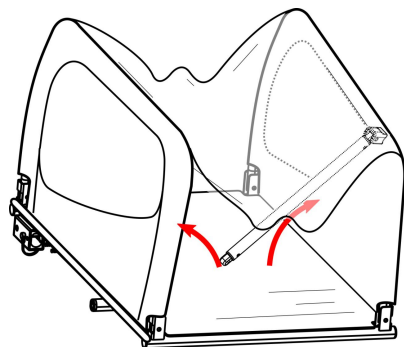

Figura 1
Saque el marco principal del remolque y todos los demás componentes de la caja. Retire las tapas protectoras negras en las 4 esquinas. Levante ambos paneles laterales a una posición vertical (Figura 1).
2. Eje con tuerca: Desenrosque la tuerca con arandela del lado izquierdo del eje trasero de la bicicleta. Instale el enganche en el eje y vuelva a atornillar la tuerca con la arandela (Figura 1 3).